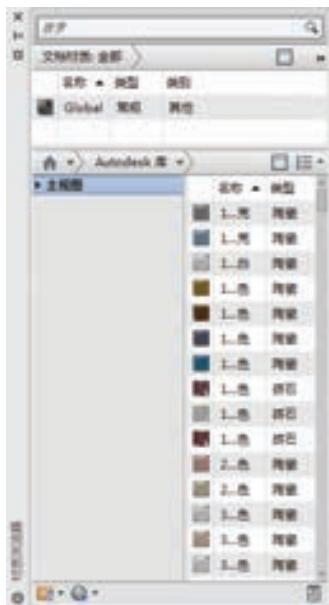

图 11-150 “材质浏览器”面板
- 1) 设置材质。单击“渲染”工具栏中的“材质浏览器”按钮，打开“材质浏览器”面板，如图 11-150 所示，选择适当的材质赋予图形。